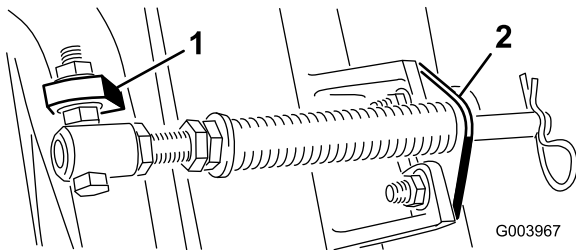
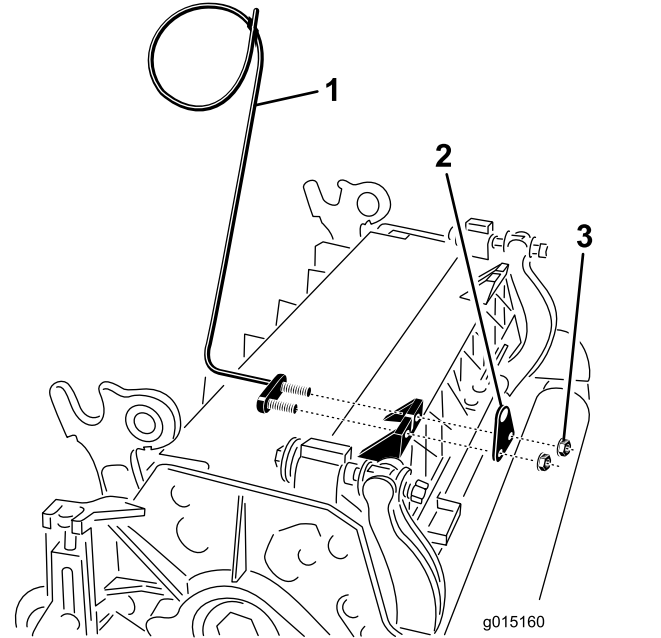

Bild 11
Bild 13
- C. Montieren Sie die Schraube des Federrohrs an der anderen Lasche am Trägerrahmen und befestigen Sie sie mit der Bundmutter. Der Schraubenkopf zeigt zur Außenseite der Lasche, siehe Bild 11.
D. Montieren Sie die Stangenhalterung mit den Schlossschrauben und Muttern an den Schneideeinheitennasen (**Bild 11**). An der Schneideinheit müssen Sie auch die linke Schlauchführung vorne an den Schneideeinheitennasen befestigen, wenn Sie die Stangenhalterung wieder einbauen (**Bild 13**).